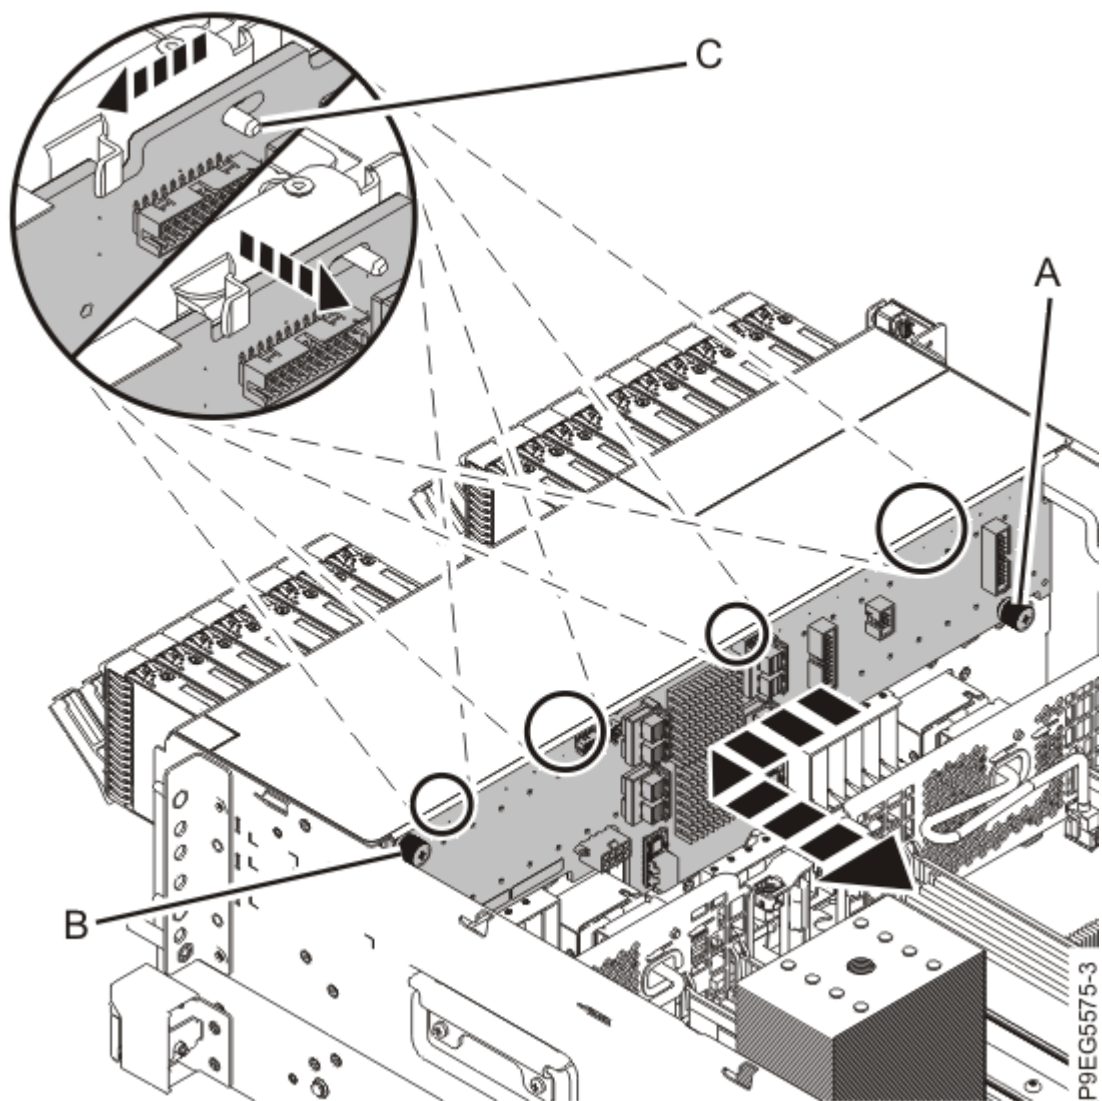

Figura 18. Desplaçament de la placa posterior de la unitat de disc
- e) Mitjançant els cargols de la placa posterior de la unitat de disc **(A)** i **(B)**, que es mostra a la Figura 18 a la pàgina 20, feu lliscar la placa posterior de la unitat de disc pel lateral de forma que les obertures de la placa posterior de la unitat de disc deixin veure les pestanyes i els pins **(C)** del xassís. A continuació, desplaceu la placa posterior de la unitat de disc fent-la sortir prou del xassís perquè el cable USB passi pel xassís.